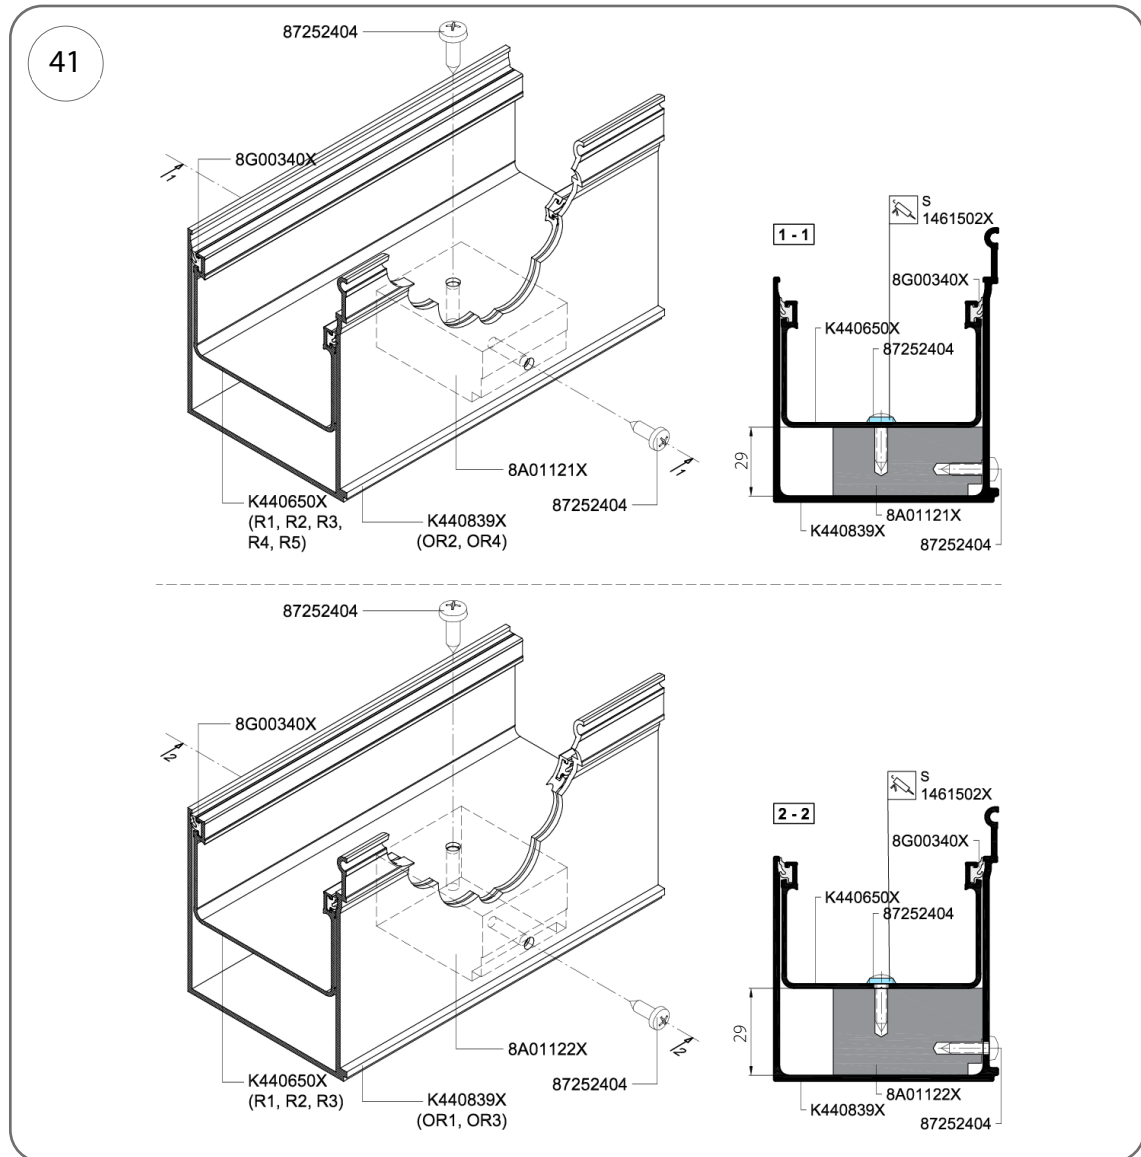

Fig. 41
5. Inserire la grondaia K440650X nell'alloggiamento della grondaia K440839X e fissarla all'alloggiamento come mostrato in Fig. 41.
La Fig. 41 mostra il collegamento della grondaia K440839X al suo alloggiamento K440650X.
Il collegamento serve a determinare l'altezza di caduta della grondaia. A tal fine, come illustrato nella Fig. 41, fissare il distanziatore n. 8A01121X o 8A01122X a metà della lunghezza della grondaia utilizzando viti da 4,2 x 16 mm (n. 87252404).